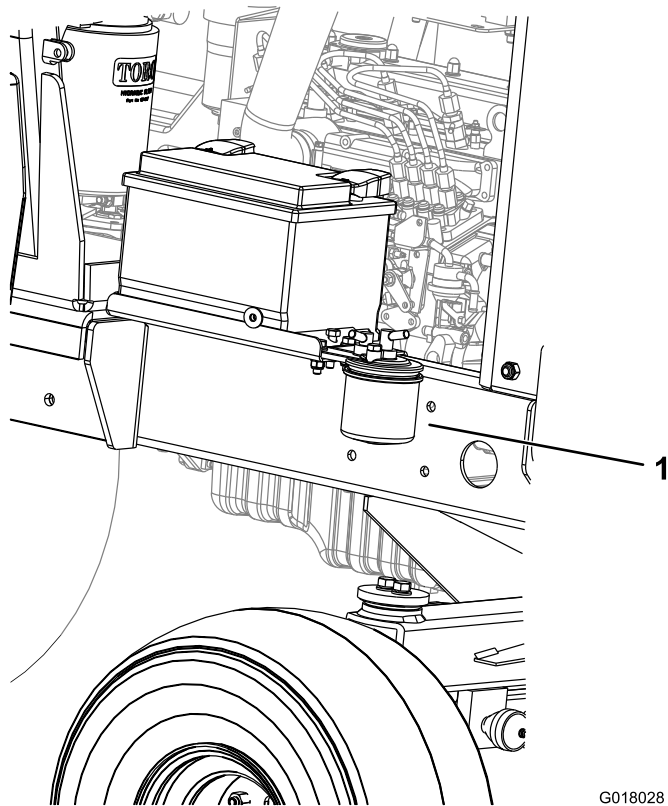

Bild 51
1. Stellen Sie einen sauberen Behälter unter die Kraftstofffilterglocke (Bild 51).